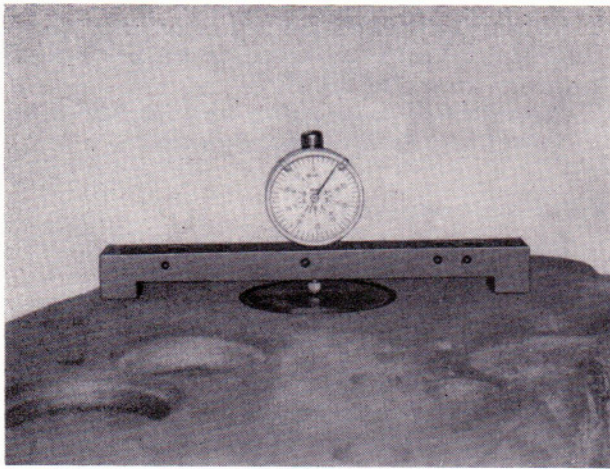

Bild 114
- Meßbrücke über das zu vermessende Ventil stellen und das Ventilrückstehmaß kontrollieren (Bild 114).